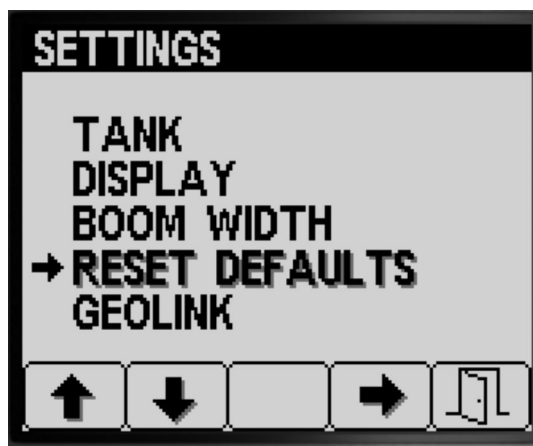

Figura 34
1. Pulse el botón 2 de la pantalla AJUSTES hasta que llegue a la opción RESTABLECER AJUSTES PREDETERMINADOS (Figura 34).
2. Pulse el botón 4 para seleccionar la opción RESTABLECER AJUSTES PREDETERMINADOS (Figura 34).